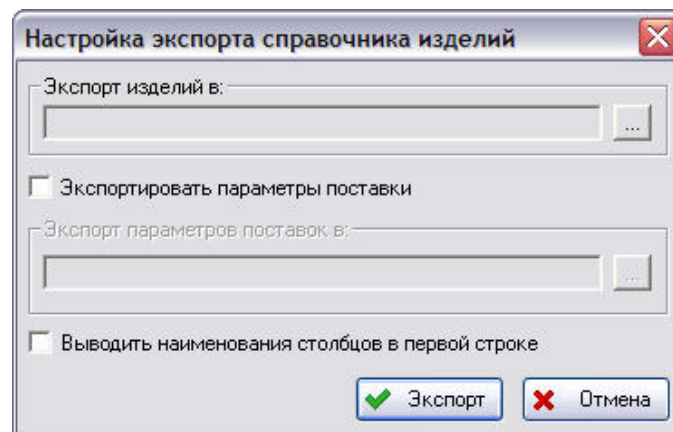

Рис. 3-16
1. Нажмите на кнопку **Выгрузить в файл**. В результате откроется окно **Настройка экспорта справочника изделий**, показанное на рис. 3-16.
- Нажмите на кнопку , расположенную справа от поля **Экспорт параметров поставок в:**. В появившемся окне **Сохранить как**, показанном на рис. 3-16, введите имя файла, в который будут экспортированы параметры поставки, и путь его сохранения.